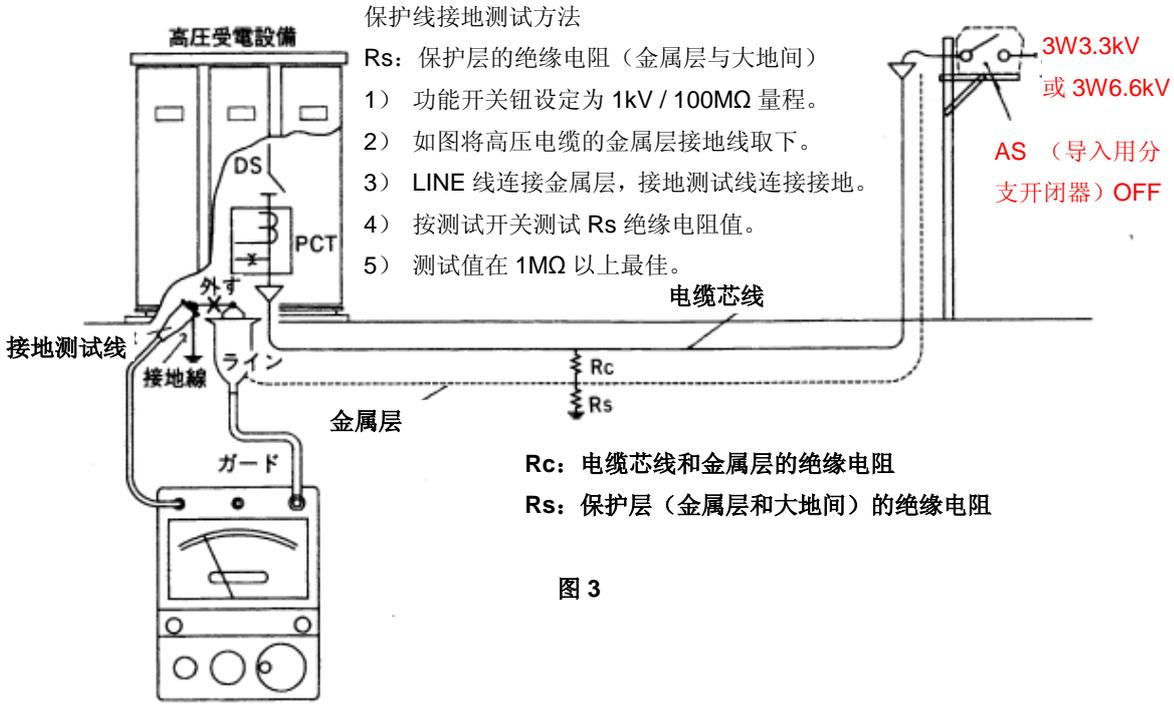

图 3
(2) 取下高压电缆尾部的接地线，如图 3，连接测试线。
(3) 测试线连接后，按测试开关，测试 Rs 的绝缘电阻值。
(4) 测试值必须在 1M Ω 以上。
(5) 测试完成后，先将测试开关调整为 OFF，放电后才能取下测试线。